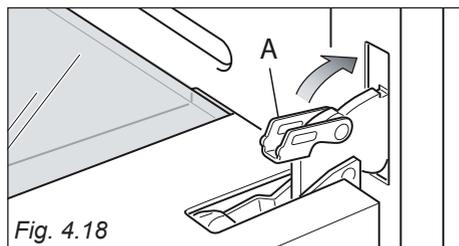

Fig. 4.18
- Aprire completamente la porta del forno e richiudere la leva "A" delle cerniere destra e sinistra (fig. 4.18).